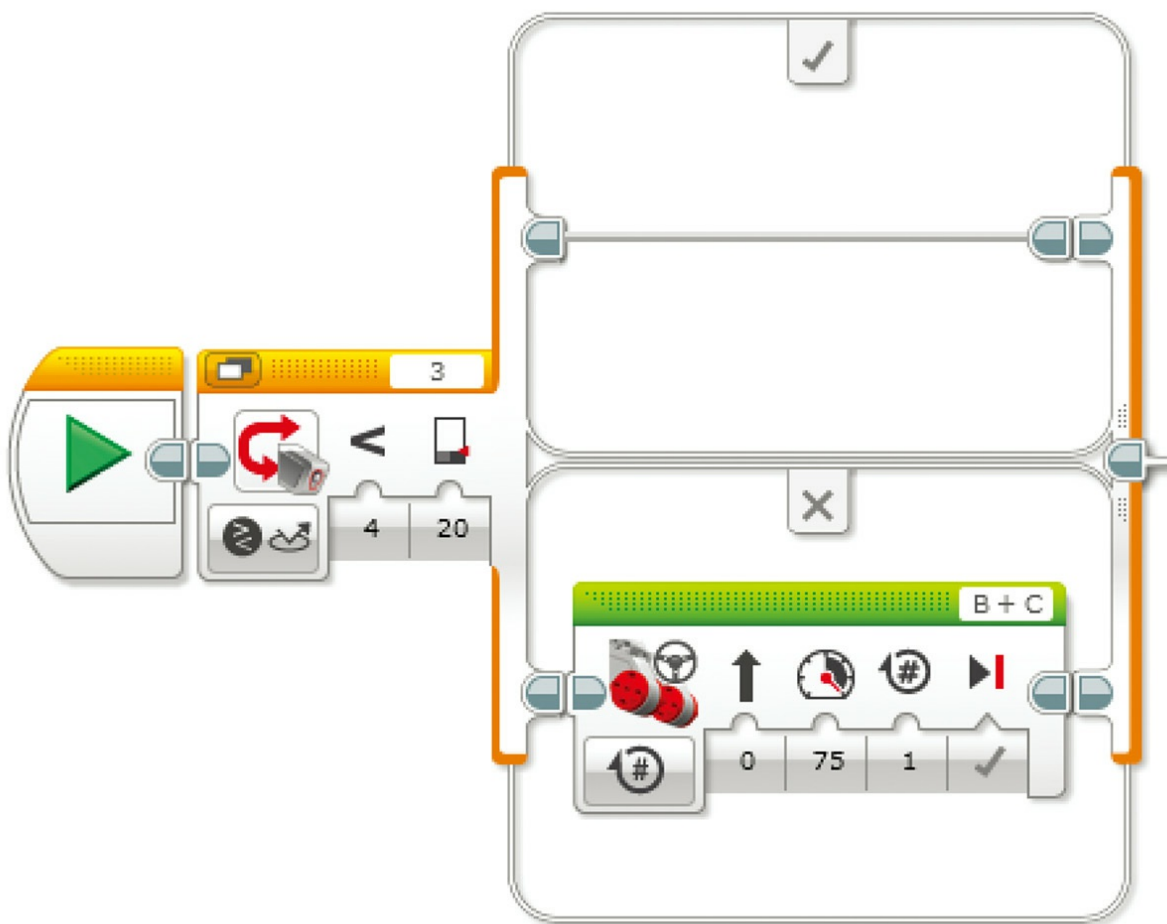

图7.35 在“是”的情况中应该什么也不做
**4.** 拖曳你的移动转向模块（图7.35中的绿色模块）到“×”或者否定位置，因为你只希望机器人在回答为否时继续移动。因为你不需要在回答为肯定时做任何事，所以你不需要往肯定位置拖动任何模块（如图7.35所示）。